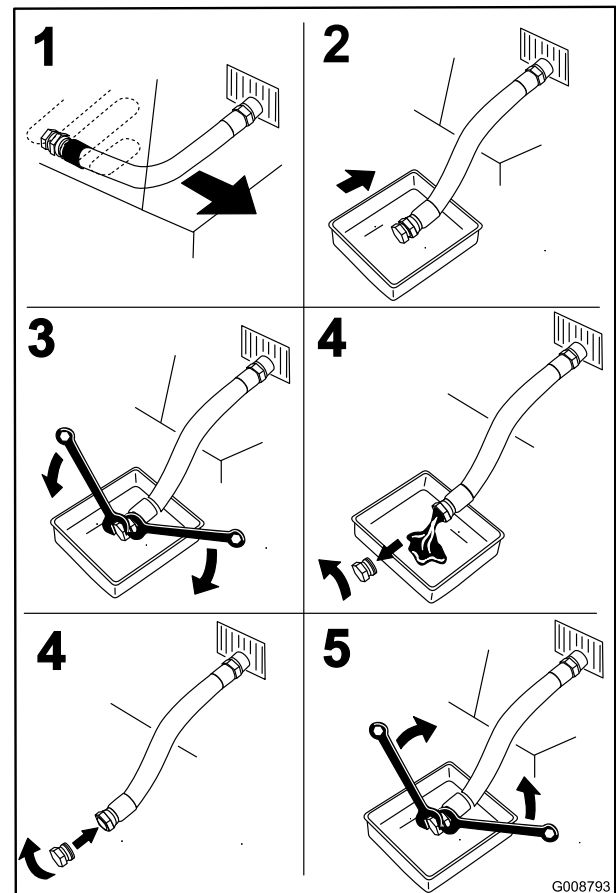

Figure 48
4. Avant de quitter la position de conduite, coupez le moteur, enlevez la clé de contact et attendez l'arrêt de toutes les pièces mobiles (Figure 48).